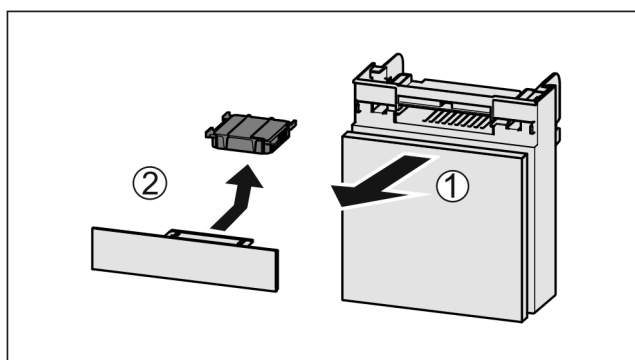

Fig. 51
- ▶ Вытянуть Fig. 51 (1) отделение движением вперед.
- ▶ Извлечение Fig. 51 (2) фильтра с активированным углем.